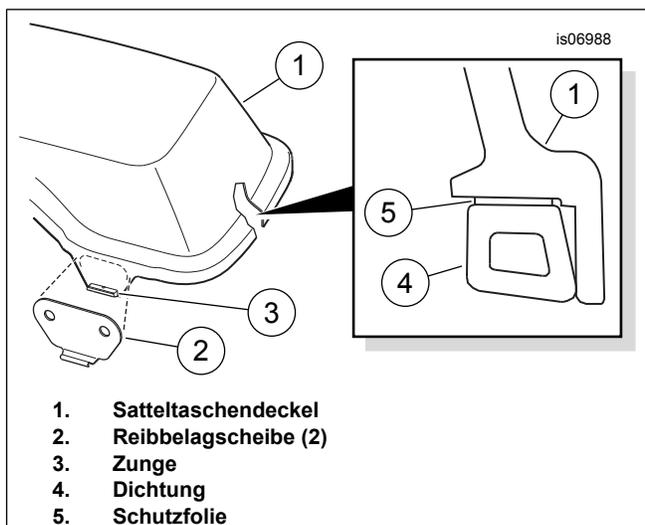

Abbildung 2. Reibbelagscheiben und Dichtung am Satteltaschendeckel einbauen
2. Siehe Abbildung 2. Die Schutzfolie von der Klebstoffseite auf einer der Reibbelagscheiben (2) abziehen. Die Reibbelagscheibe sorgfältig auf dem Satteltaschendeckel (1) aufsetzen, auf der Zunge (3) zentrieren und fest andrücken. Die Reibbelagscheibe mit konstantem Druck ungefähr eine Minute lang in Position andrücken. Das Verfahren mit der zweiten Reibbelagscheibe am anderen Ende des Deckels wiederholen.
- Die Dichtung mit der **hohen Kante** zum Außenrand des Deckels ausrichten, wie in Abbildung 2 gezeigt.
4. Die Schutzfolie von der Klebstoffseite (Abbildung 2, Teil 5) der Satteltaschendeckel-Dichtung (4) schrittweise abziehen, während die Dichtung rund um den Innenfang des Deckels (1) angedrückt wird, siehe die Abbildung.